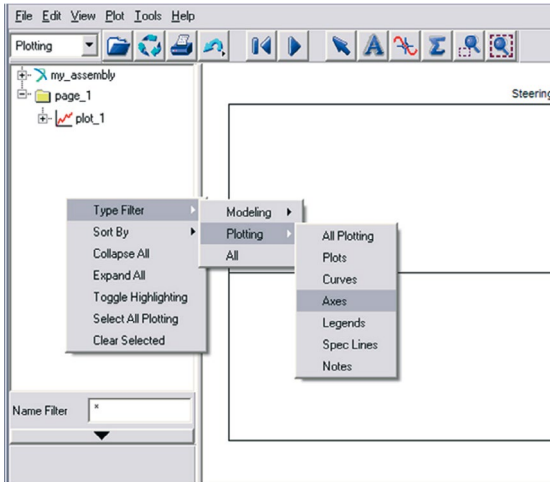

Figura 4.163 – Definindo os eixos do gráfico.
- Clique com o botão direito do mouse, na área denominada *Treeview*. Selecione *Type Filter* → *Plotting* → *Axes* (Figura 4.163).